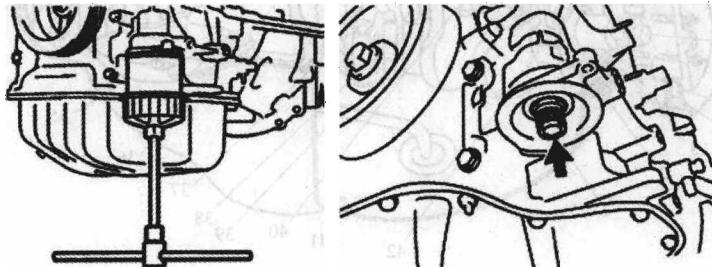

图 1-8 拆卸机油滤清器接头
(5) 拆卸机油滤清器，如图 1-8 所示，放置一个机油容器，在拆卸机油滤清器前排空。